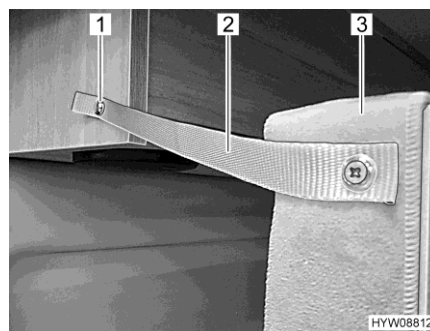

Bild 63 Säkring bak
- Sätt fast sängen (Bild 63,3) i taksåpet med låsband (Bild 63,2) och tryckknapp (Bild 63,1).
- Lossa på tryckknappen (Bild 63,1) på taksåpet.